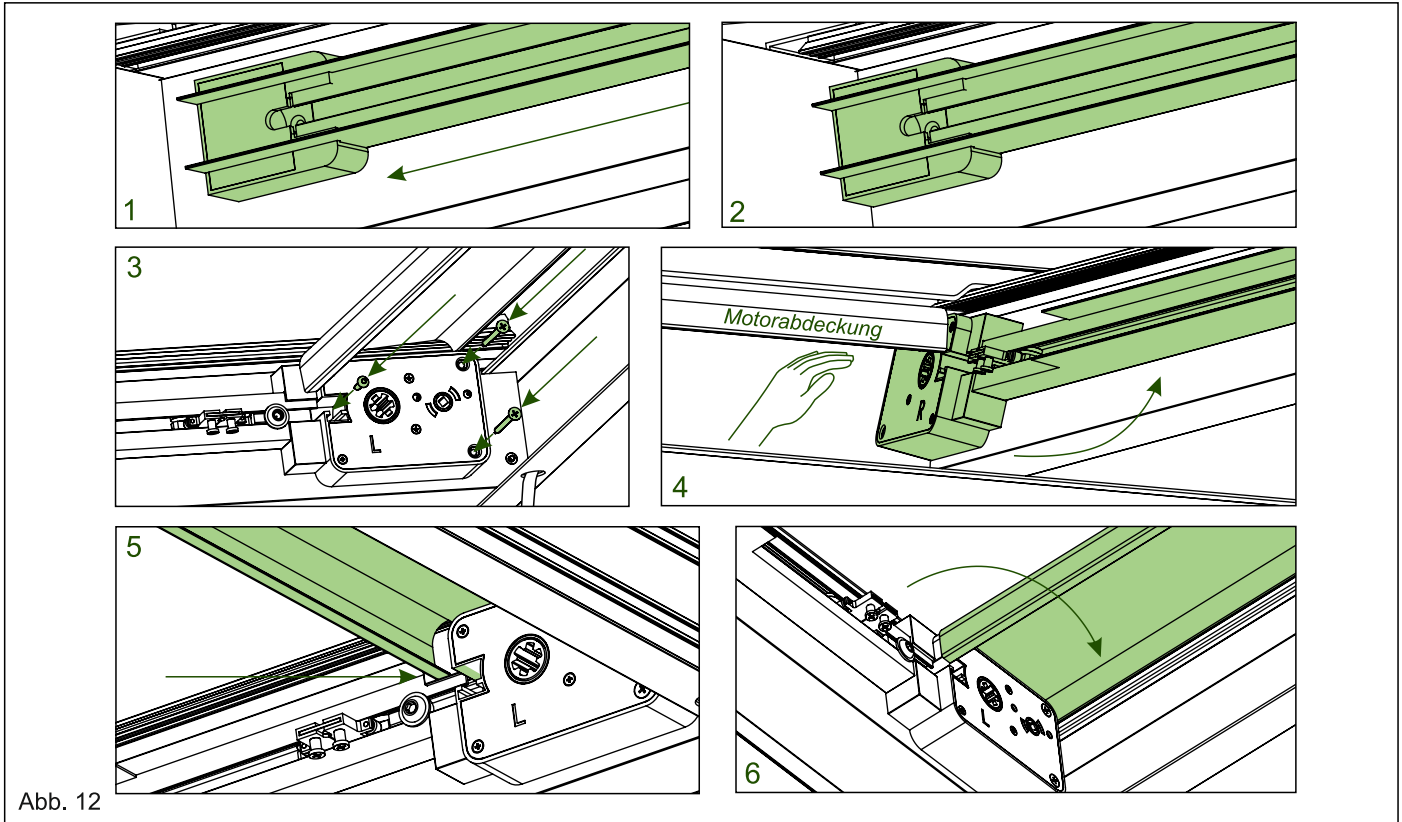

Abb. 12
13. 1-2. Schieben Sie die Linke Schiene bis an das Rinnenprofil runter. **Hinweis:** Falls sich die Motorhalterung nicht problemlos einsetzen lässt, können Sie die Schienenhalterung leicht lockern, um den Einbau zu erleichtern. 3. Befestigen Sie die Linke Motorhalterung mit jeweils drei Schrauben an den Trägern. Das äußere Ende der Motorhalterung wird mit zwei Senkkopfschrauben (4,2 x 50 mm) befestigt, auf der Innenseite wird eine Torx Schraube (4,2 x 19 mm) benutzt. 4. Heben Sie Die Motorabdeckung an und setzen Sie die Rechte Schiene ein. Wiederholen sie die gleichen Schritte für die Rechte Schiene. 5-6. Setzen Sie die Motorabdeckung mit der unteren Kante (5) an die Motorhalterungen an und rasten Sie die Motorabdeckung auf den Motorhalterungen ein (6). (Siehe Abb. 12)